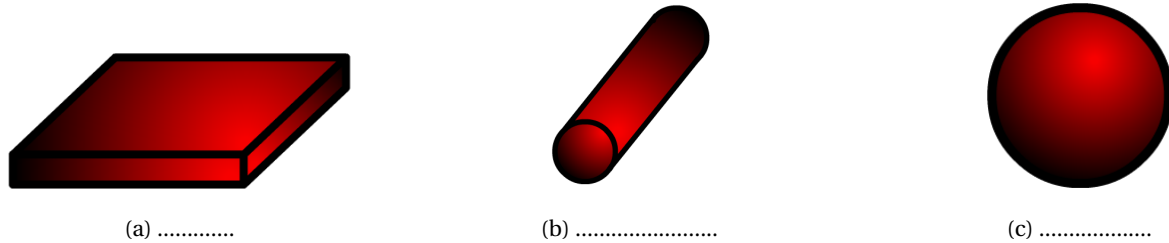

FIGURE 1: Surfaces et volumes utilisés dans ce cours
Dans ce cours, nous simplifierons le problème en nous intéressant aux contacts entre des surfaces et volumes très simples. Les trois formes que nous considérerons sont **le plan**, **le cylindre** et **la sphère**, représentés sur la Figure 1.
**À retenir :** À l'aide des différentes formes de la Figure 1, on peut définir trois types de contacts : les contacts .....